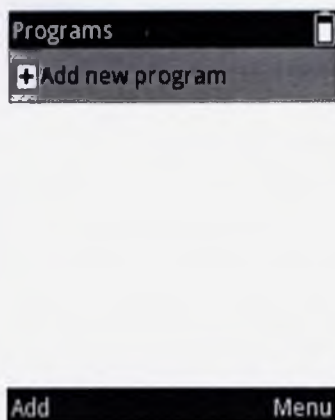

Рисунок D30.
2. Путем прокрутки перейдите к **Add new program (Добавить новую программу)** и нажмите клавишу (**Add (Добавить)**) для добавления новой программы (Рисунок D30).